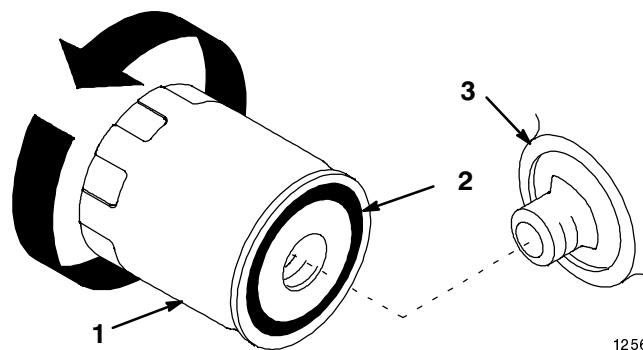

Abbildung 33
2. Den alten Filter herausnehmen und die Dichtungsfläche des Filteradapters abwischen (Abb. 33).
3. Eine dünne Schicht neues Öl auf die Gummidichtung am Austauschfilter geben (Abb. 33).
4. Den Austauschölfilter am Filteradapter anbringen. Den Ölfilter im Uhrzeigersinn drehen, bis die Gummidichtung den Filteradapter berührt. Dann den Filter um eine weitere 1/2 bis 3/4 Umdrehung anziehen (Abb. 33).